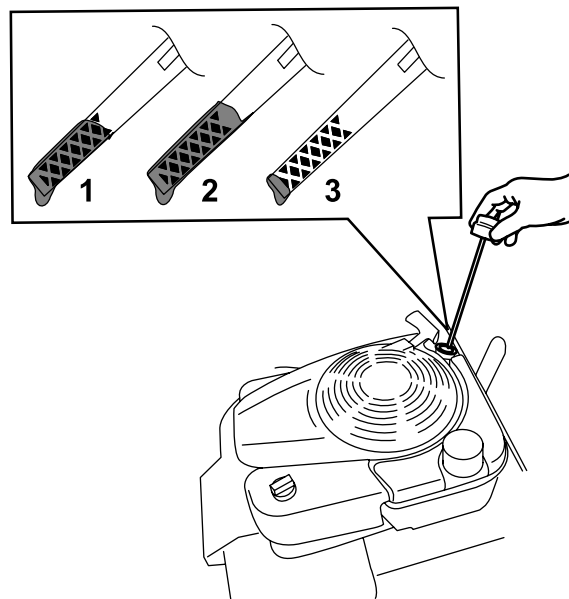

Рисунок 32
- Извлеките масломерный щуп, повернув крышку против часовой стрелки и вытянув его (Рисунок 32).
- Определите уровень масла по отметкам на щупе (Рисунок 32).